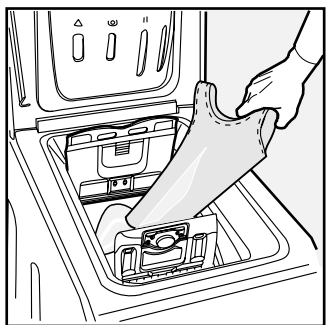

Abb. 3
C) EINFÜLLEN DER WÄSCHE (Abb. 3)